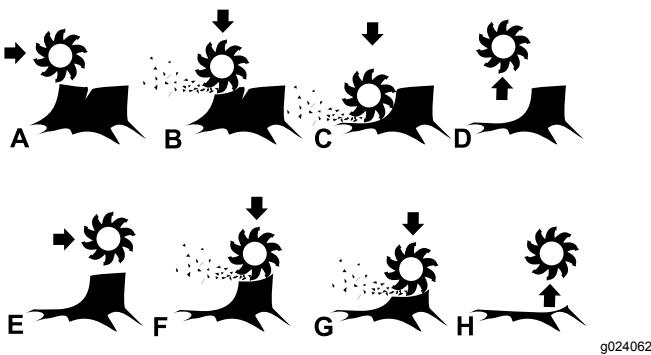

Bild 11
vor jedem Durchgang ab, bis Sie den vorderen Teil des Baumstumpfs bis auf das Bodenniveau entfernt haben (A bis D in Bild 11).
8. Wiederholen Sie die Schritte 5 und 7, bis Sie den Baumstumpf ganz entfernt haben (E bis H in Bild 11).